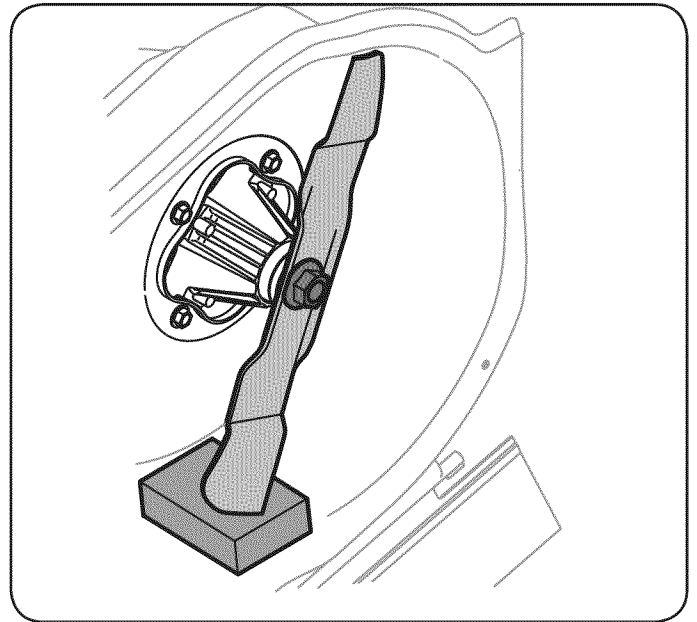

Figura 14
3. Coloque un bloque de madera entre el deflector del alojamiento central de la plataforma y cada cuchilla de corte para evitar que las cuchillas giren cuando se afloje la tuerca de brida hexagonal de las cuchillas. Vea la Figura 14.